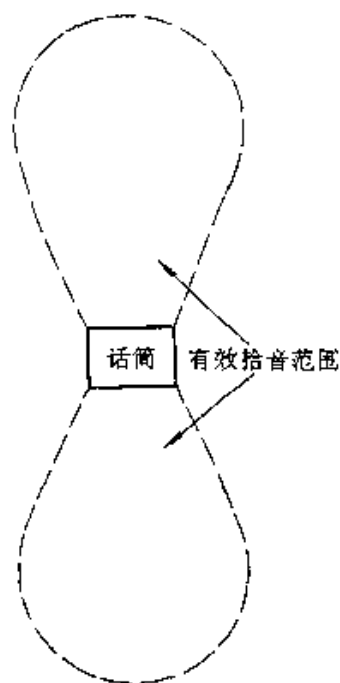

图 2-131
③ 双向指向性话筒其正面和背面具有基本相同的灵敏度,两侧灵敏度较低,有效拾音范围在话筒的前方和后方,如图 2-131 所示。实际使用时应根据需要选择指向性合适的话筒。
(2) 动圈式话筒